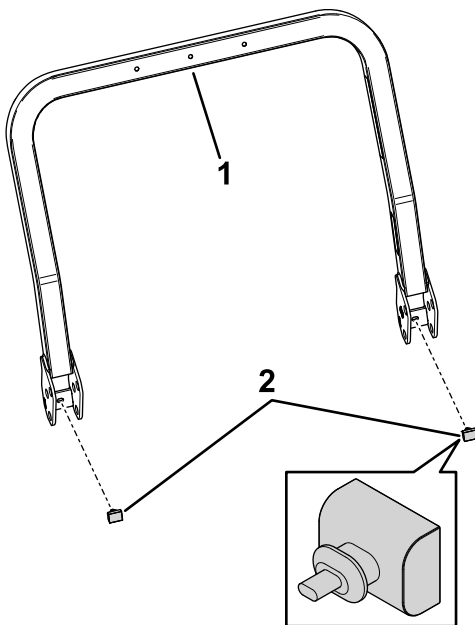

Figura 11
4. Individuate il tubo del roll bar superiore. Montate 2 paraurti in gomma (Figura 11).